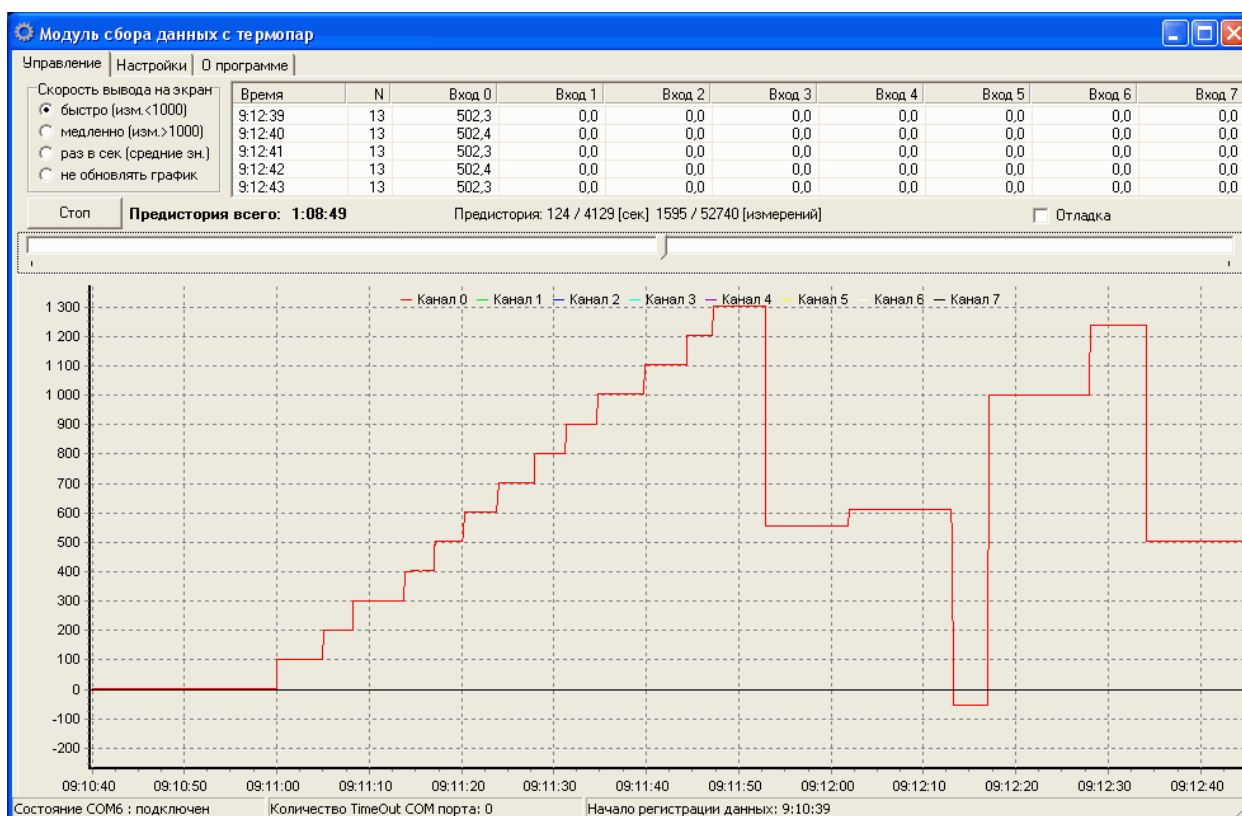

Рисунок 5.2. Процесс сбора данных с термопар.
5.2.4. Для начала процесса сбора информации с термопар необходимо перейти в закладку ”Управление” и нажать кнопку ‘Пуск’. По окончании процесса кнопку ‘Стоп’ (см. Рис. 5.2).